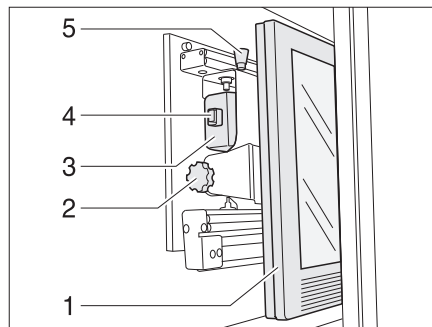

Fig. 104 Meuble télévision
- Appuyer sur le bouton de déverrouillage (Fig. 104,5) et tirer le support de l'écran plat jusqu'à la butée vers l'avant, à l'aide de la poignée (Fig. 104,4).
- Tirer le bouton de déverrouillage (Fig. 104,1) et faire pivoter l'écran plat (Fig. 104,2) dans la position souhaitée.
- Desserrer la vis moletée (Fig. 104,3).